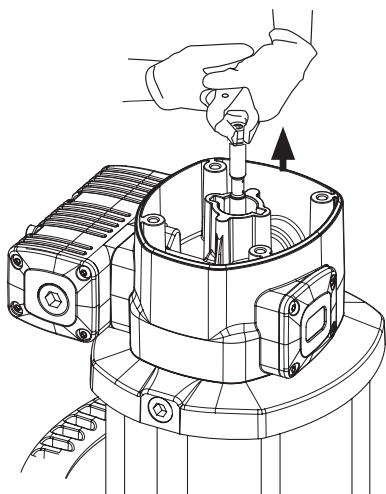

Fig. 5a
1. Desenrosque los cuatro tornillos (2) y quite la tapa (3).
2. Desenrosque el tapón inversor (4).
3. Con ayuda de una mordaza manual sobre el casquillo (5), tire hacia fuera del vástago (39) hasta que aparezca su rebaje central (Fig. 5a). Después, con otra mordaza manual agarre el vástago (39) en dicha zona rebajada central para no dañar la superficie destinada al sellado y desenrosque el casquillo (5) (Fig. 5 b).
4. Deseche la tórica (6) y el aro (7), y use otros nuevos posteriormente al volver a montar.
5. Desenrosque los cuatro tornillos (55). Tire hacia arriba del cabezal motor (13) hasta liberarlo junto con la brida (36).
6. Quite el casquillo inversor (9). Sustituya las juntas (8) y (10) de este casquillo.
7. Desenrosque los cinco tornillos (37) y separe el cuerpo motor (13) de la brida (36). Extraiga la arandela (32) y sustituya la junta (8).
8. Retire el cilindro (50) sujetando con cuidado el émbolo (46). Sustituya la junta (45) de dicho émbolo.
9. Vuelva a montar el conjunto en sentido inverso, aplicando fijador de rosca en los tornillos (37), casquillo (5) y tapón inversor (4).